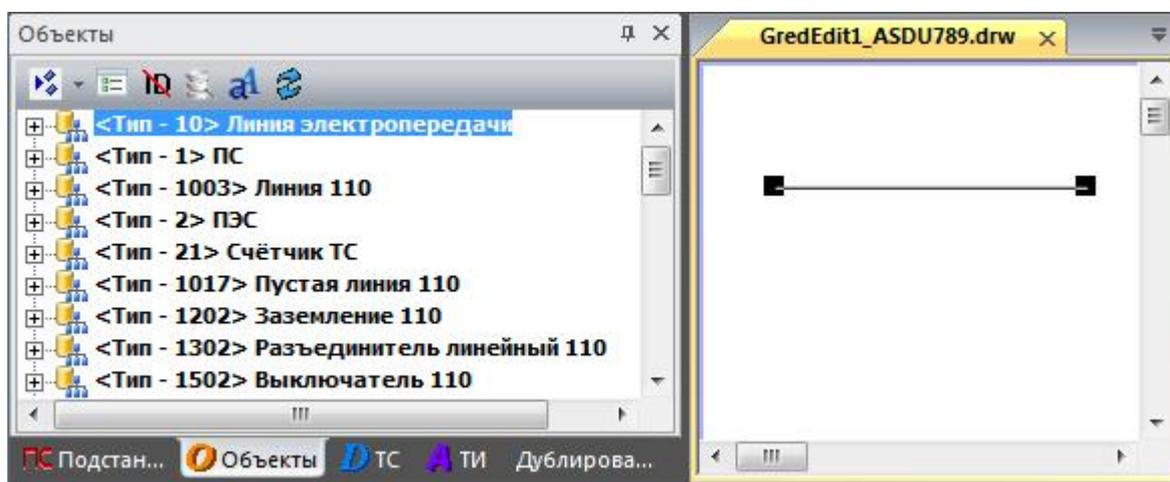

Рисунок 382 – Создание объекта «Линия электропередачи»
- в закладке «Элементы», группа «Стандартные», выбрать элемент «Отрезок» или «Полилиния». Нарисовать линию в документе (рисунок 382);
- выделить линию в документе левой кнопкой мыши. Далее перейти в дерево «Объекты». Найти в дереве <Тип-10> «Линия электропередачи» и выделить объект, относящийся к этому типу (рисунок 382);